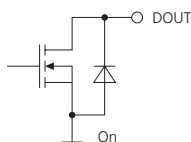

Bild 7 Open drain Ausgang
Das DLS-C(H)/FLS-C(H) wird mit zwei digitalen Ausgängen ausgeliefert (DO 1 und DO 2). Ein dritter digitaler Ausgang ist fest zugewiesen um mögliche Gerätefehler zu Signalisieren (DO E). Es handelt sich dabei um Open Drain Ausgänge wie in Bild 7 ersichtlich. Diese können Lasten bis 200mA treiben. Im 'Ein'-Zustand, ist der FET Transistor leitend.